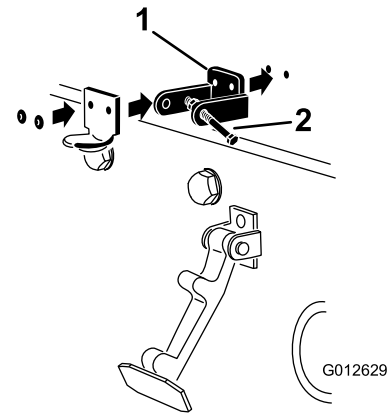

Bild 8
6. Nieten Sie die Halterungen und Scheiben an die Haube (Bild 8).
4. Fluchten Sie die Befestigungslöcher aus und positionieren Sie gleichzeitig die Halterung des CE-Riegels und des Motorhaubenriegels auf der Motorhaube (Bild 8).